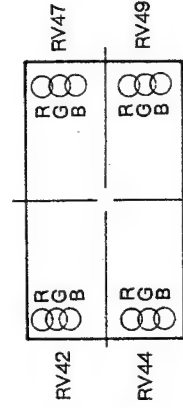

図 1-25
5. DC基板のRV42, RV44, RV47, RV49にて赤・緑・青のドットが重なるように調整する。(図1-25参照)